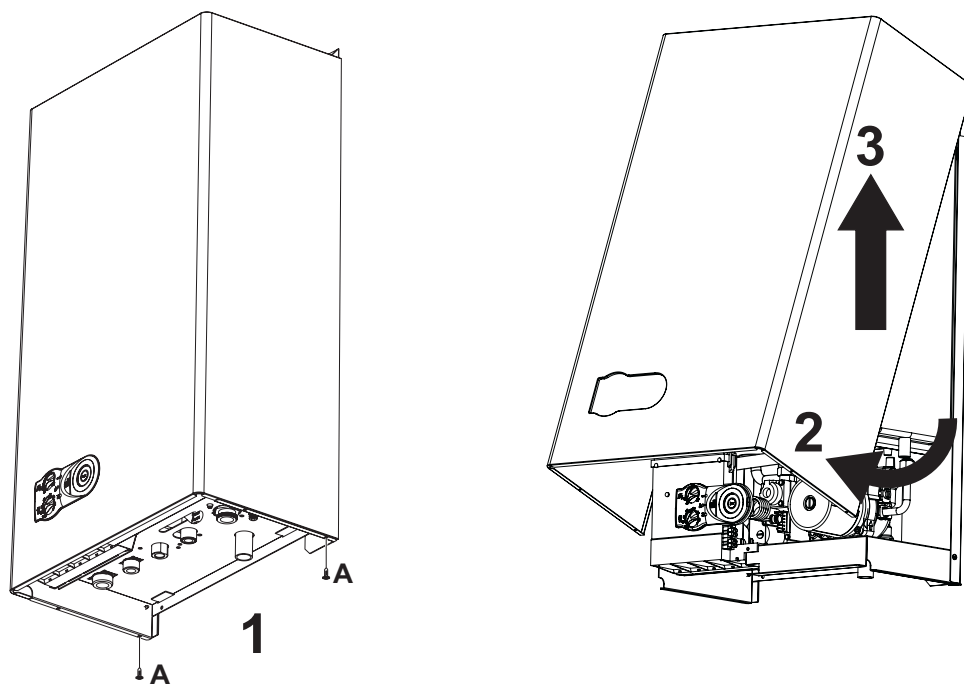

fig. 11 - Apertura de la carcasa
1. Desenroscar los tornillos A (véase fig. 11).
2. Girar la carcasa (véase fig. 11).